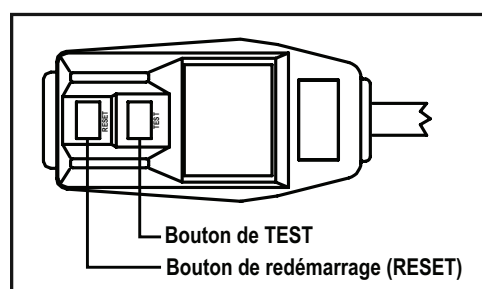

Figure 7
- ÉTAPE 1** L'enveloppe WSC doit être mise en place de façon que la rallonge d'évacuation s'étende d'au moins 9/16" (1,5 mm) au-delà du mur externe (Figure 7).